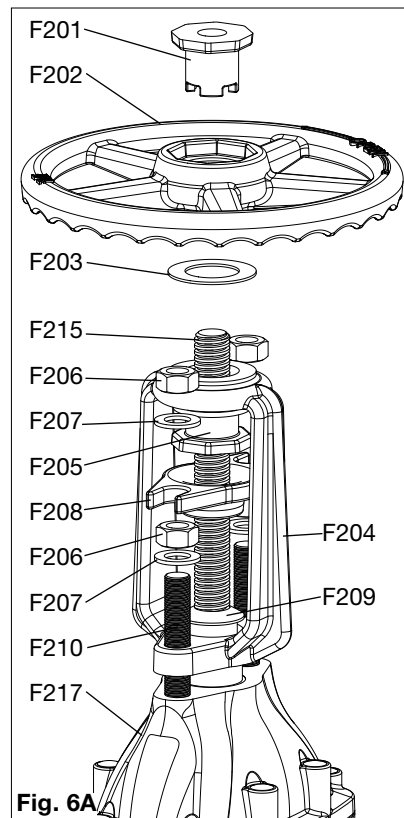

Fig. 6A
5.2.1 Замена штурвала (Fig. 6A и 6B)